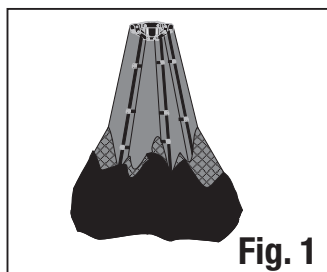

Fig. 1
- Posez la tente debout, le raccord central se trouvant au haut. (Fig. 1)